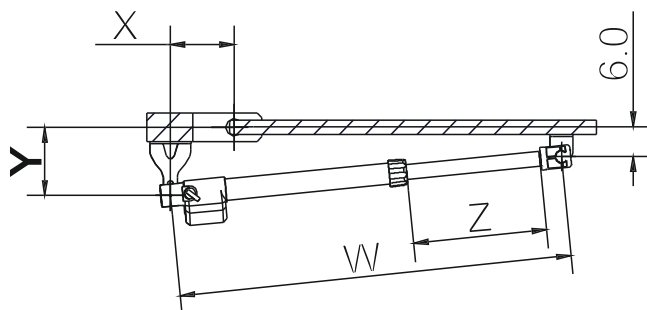

FIG. 4
- 4 - Fixer la plaque support A sur le pilastre au côté du vantail en suivant les cotes indiquées dans TAB. 1 et FIG. 4. Ne pas oublier l'inclinaison.